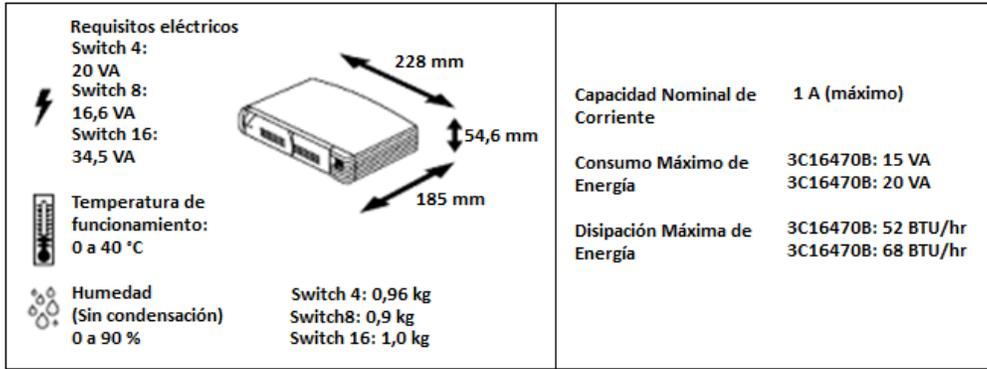

Figura 13. Especificaciones del switch 3COM [22]
2. Después se calcula el total de watts que requieren los equipos que se conectarán al MicroSR 2000. Se conectará un servidor, un switch 3COM y el modem. El CPU consume aproximadamente 600 W, el monitor alrededor de 70 W. En el caso del switch 3COM tienen un consumo máximo de 20 VA (Figura 13) y el modem consume 400 W entonces, convirtiendo esta cantidad en watts: